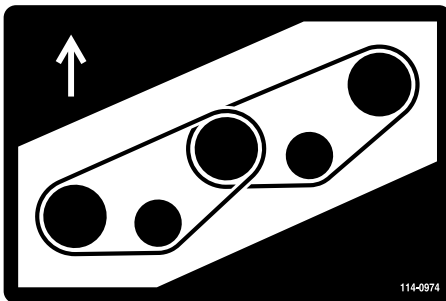
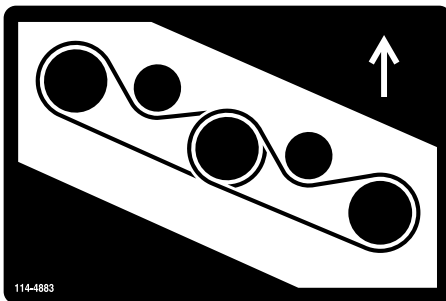

Figure 118
Figure 119
7. Installez la courroie neuve autour des poulies d'axe et de la poulie de tension (Figure 118 et Figure 119).